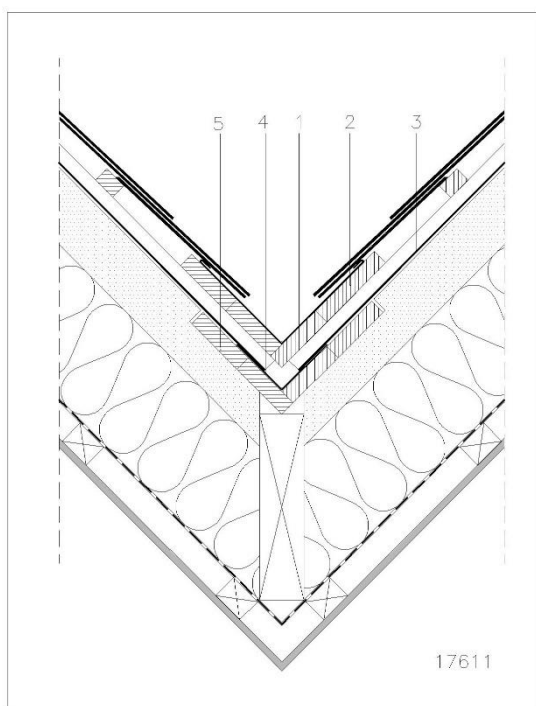

Fig. 15 : Noue ouverte
- La noue ouverte (Fig. 15 et 16 et Photo 5)